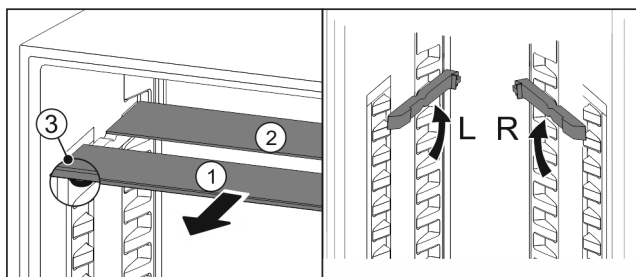

Fig. 60
- ▶ Skleněné desky jednotlivě vytáhněte dopředu Fig. 60 (1).
- ▷ Skleněná deska Fig. 60 (1) s ozdobnou lištou leží vpředu.
- ▷ Zarážky Fig. 60 (3) směřují dolů.